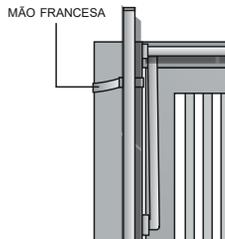

Figura 3
Passo 2: Instalar mão Francesa, conforme mostra a figura 3;